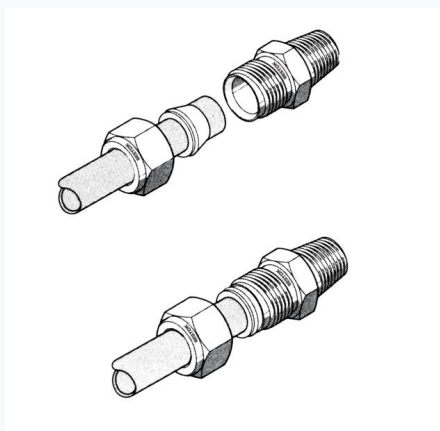

Рис. 5. Установка предварительно обжатую сборку в корпус фитинга
- 11 Установите предварительно обжатую сборку в корпус фитинга. Накрутите гайку на корпус фитинга от руки (см. Рис. 5).